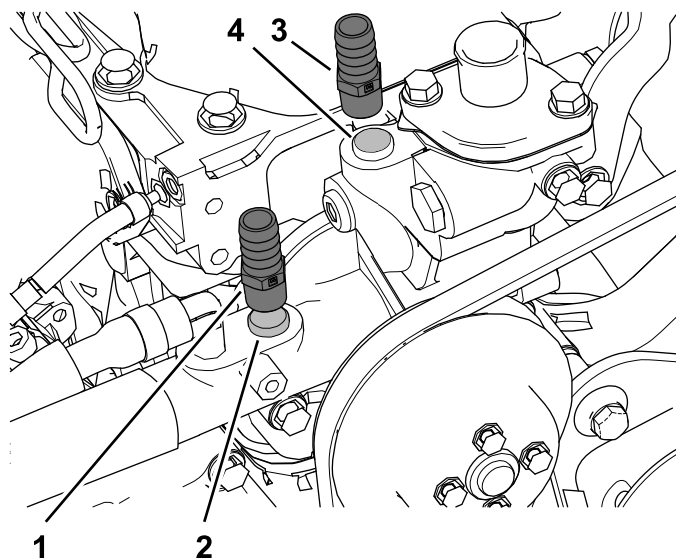

Bild 34
2. Entfernen Sie die Stöpsel des Zulauf- und Rücklaufschlauchs der Heizung vom Motor und befestigen Sie die Anschlussstücke (3/8" NPT x 0,625 Zahnung), wie in Bild 34 abgebildet.